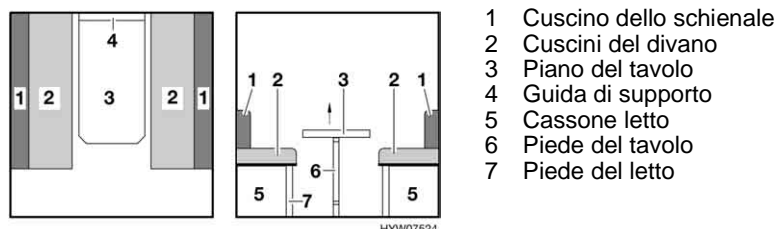

Fig. 49 Prima della trasformazione
- Sollevare leggermente il piano del tavolo in avanti (Fig. 49,3).
- Sbloccare il piede del tavolo (Fig. 49,6) dall'elemento di fissaggio e ribartarlo sul lato inferiore del tavolo.
- Alzare il piano del tavolo di circa 45°, sollevarlo dalla guida di supporto (Fig. 49,4) e metterlo da parte o spingerlo nel supporto. Il tavolo non è necessario per la trasformazione dei letti.